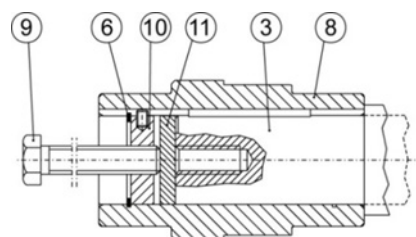

Figura 6 - Desmontaje del eje del cliente con o sin el tope de contacto
- Suelte los tornillos de trabamiento (3) solamente algunos cables de rosca. ¡No los suelte completamente!
- Retire completamente la grasa del orificio del eje hueco (2). ¡Éste debe estar TOTALMENTE libre de grasa!
- Retire completamente la grasa del eje del equipo (1) en el área de apriete del disco de contracción. ¡Éste debe estar TOTALMENTE libre de grasa!
- Los elementos sucios o usados, deben ser desmontados y limpiados antes de la instalación final. Durante el montaje del elemento, solamente las superficies cónicas y los tornillos deben ser lubricados (usar Molycote MoS2, ver figura 6).
- Empuje el disco de contracción sobre el eje hueco (2) hasta que el anillo externo del disco de contracción esté nivelado con el eje hueco (2).
- Introduzca el eje del equipo desengrasado (1) en el eje hueco (2) de modo que el área de la unión de contracción sea totalmente utilizada.
- Apriete ligeramente los tornillos de trabamiento (3) en secuencia, en sentido horario, con diversas vueltas, de modo que ambos anillos externos (5) sean fijados paralelamente entre sí. La cantidad de tornillos de trabamiento depende del tamaño del disco de contracción.